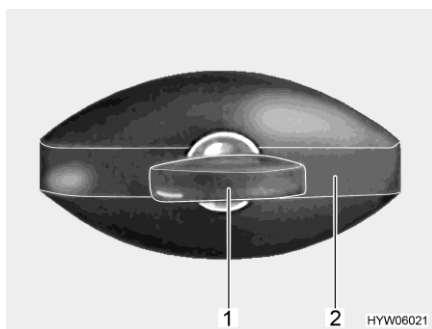

Bild 78 Lucklås (ellipsformat, låst)
- Stick in nyckeln i låscylindern (Bild 78,1) och vrid ett kvarts varv moturs. Låshandtaget (Bild 78,2) frigörs.